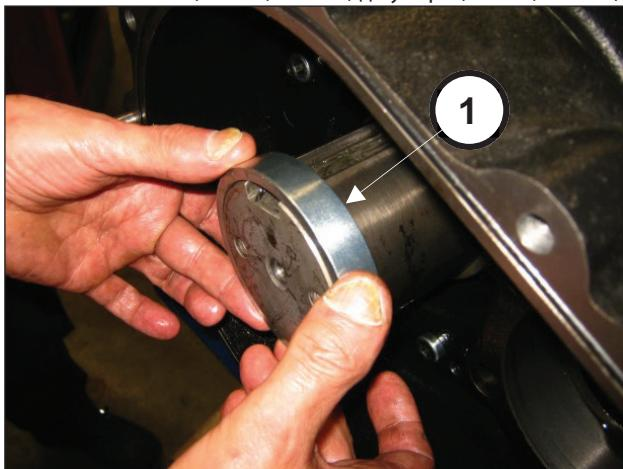

Рис. 72
Вставьте опорное кольцо зубчатого колеса в хвостовик коленчатого вала (поз. ①, Рис. 72) до упора (поз. ①, Рис. 73).